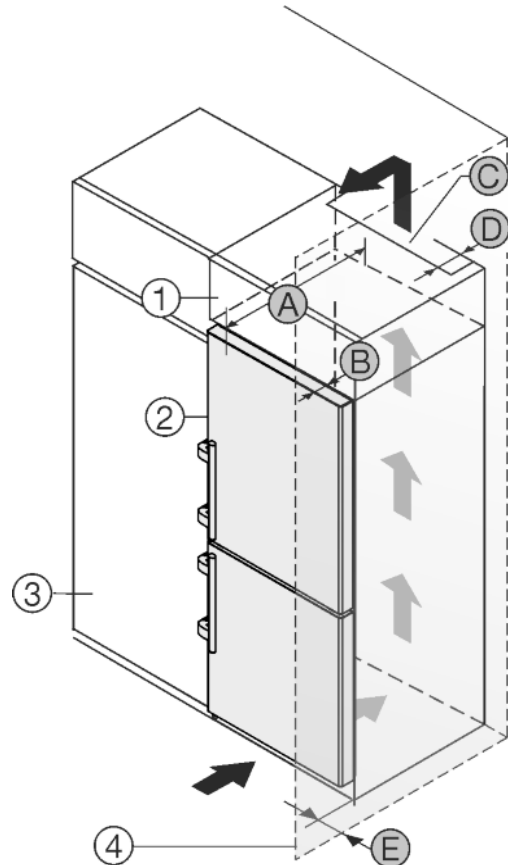

Fig. 13
Prietaisą galima montuoti į virtuvės spintelės. Norint prietaisą *Fig. 13 (2)* priderinti prie nišos aukščio, virš jo galima įrengti uždedamą spintelę *Fig. 13 (1)*.
Prietaisą galima statyti iš karto šalia virtuvės spintelės *Fig. 13 (3)*. Kad durys atsidarytų iki galo, palyginti su šaldytuvo priekiu, prietaisas turi išsikišti bent per savo gylį *Fig. 13 (B)*. Priklausomai nuo virtuvės spintelių gylio ir atstumą iki sienos nustatančių detalių naudojimo, prietaisas gali išsikišti daugiau.
Jeigu prietaisas pastatomas šalia virtuvės spintelės *Fig. 13 (3)*, tuomet iki prietaiso reikia išlaikyti min. 5 cm atstumą. Kad durys atsidarytų iki galo, palyginti su šaldytuvo priekiu, prietaisas turi išsikišti bent per savo gylį *Fig. 13 (B)*. Priklausomai nuo virtuvės spintelių gylio ir atstumą iki sienos nustatančių detalių naudojimo, prietaisas gali išsikišti daugiau.
- Galinėje uždedamos spintelės pusėje turi likti tarpas ventiliacijai, kurio gylis *Fig. 13 (D)* būtų per visą uždedamos spintelės plotį.
- Po patalpos lubomis turi būti laikomasi vėdinimo angos skerspjūvio *Fig. 13 (C)*.
Jeigu prietaisas su lankstais statomas greta sienos *Fig. 13 (4)*, būtina išlaikyti atstumą *Fig. 13 (E)* tarp prietaiso ir sienos. Tai atitinka rankenų išsikišimą esant atvertoms durims.